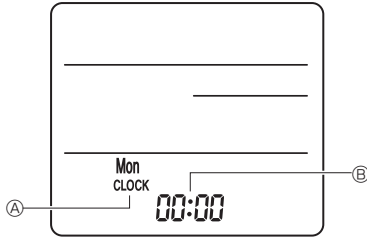

Fig. 6-8
3) การตั้งค่า (การตั้งนาฬิกา) (Fig. 6-8)
① โสแบตเตอร์หรือกดปุ่ม ● CLOCK ด้วยวัสดุปลายแหลม